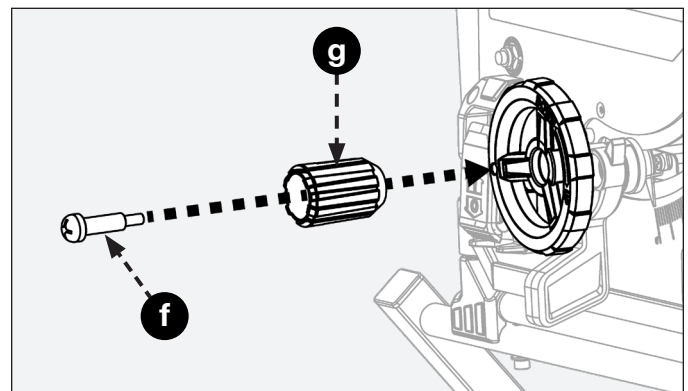

FIGURE 8
- Insérez la vis à épaulement (f) dans le bouton de réglage de hauteur (g), comme illustré à la figure 8.